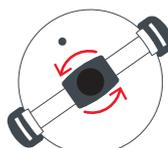
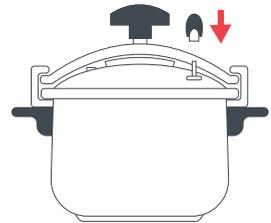
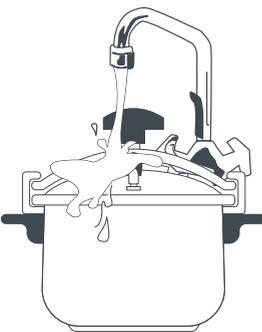

Fig.6
Fig.10
Fig.11
**2** Con el pomo situado en su posición inferior (rotándolo en sentido contrario a las agujas del reloj) (Fig. 6) coloque la tapa sobre el cuerpo (Fig. 7) acoplando los extremos de la ballesta a cada orejón y asegúrese de que queda bien encajada deslizando los dedos alrededor de la misma.
Para utilizar este método, retire la olla a presión del quemador y deje que la presión disminuya naturalmente. Dependiendo de la cantidad de comida y de líquido, esto le puede llevar entre 10 y 15 minutos. Una vez que la olla se haya enfriado, retire la válvula giratoria para liberar la presión (Fig. 10). Si todavía queda algo de presión en el interior de la olla, esta será expulsada a través de la chimenea.
Con la olla en el fregadero, deje correr agua fría sobre la tapa (Fig. 11). Una vez haya bajado la presión, retire la válvula giratoria (Fig. 10) y espere a que el vapor se haya disipado completamente. Este método se utiliza cuando es necesario liberar la presión lo antes posible. Principalmente en la preparación de verduras, mariscos u otros alimentos delicados que se cocinan en exceso con facilidad. Una vez que la presión ha sido liberada, abra la olla girando el pomo en sentido contrario a las agujas del reloj hasta que la ballesta quede en la posición más baja que pueda llegar (Fig. 6). Deslice la tapa horizontalmente hasta retirarla completamente (Fig. 7). Abra la olla a presión con precaución, mantenga la cara y el cuerpo a cierta distancia ya que aún puede quedar vapor caliente de la cocción dentro de la olla.